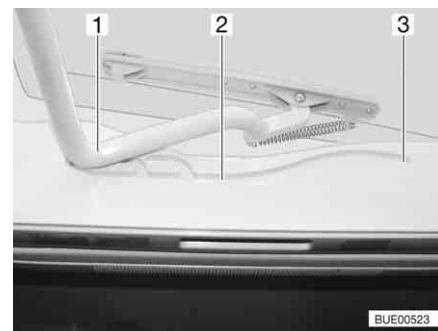

Fig. 88 Claraboya Heki, guía
- Tirar la horquilla (Fig. 88,1) en las guías (Fig. 88,2) hasta la posición trasera final (Fig. 88,3).
- Empujar el estribo (Fig. 88,1) ligeramente hacia arriba con ambas manos.
- Tirar el estribo en las guías (Fig. 88,2) hasta la posición deseada.